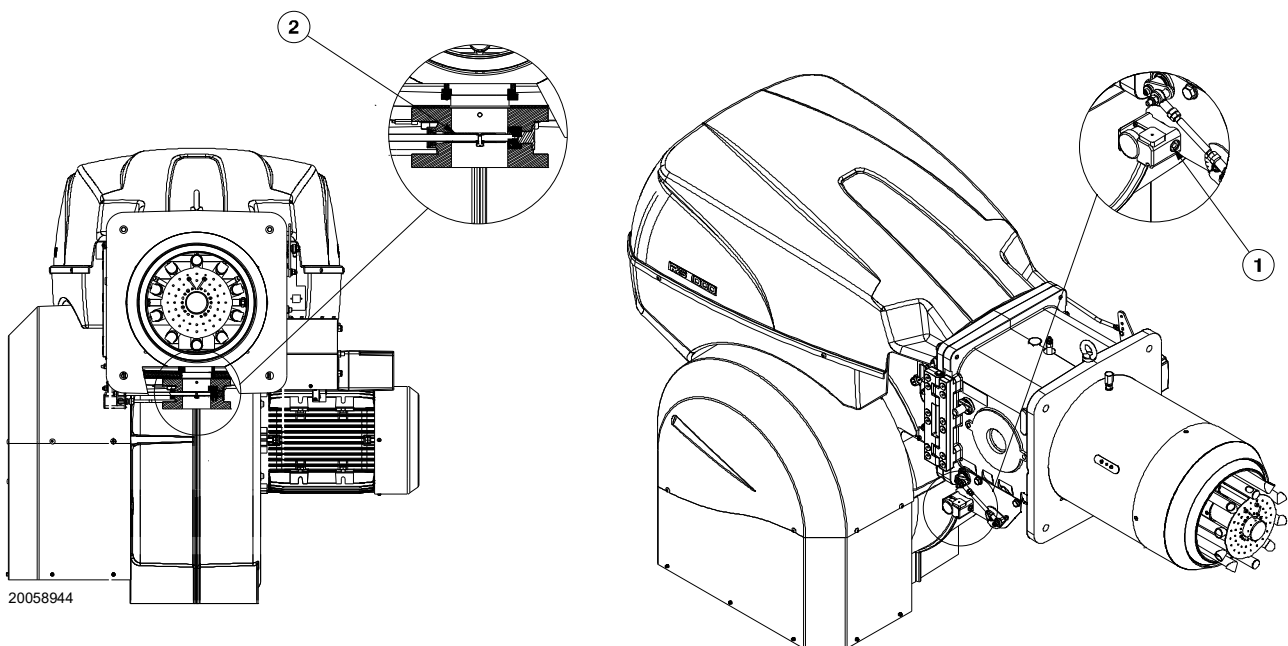

Abb. 19
Gasdruck, an der Entnahmestelle 1)(Abb. 19) gemessen mit:
Strömungsverlust Gasdrossel 2)(Abb. 19) bei maximaler Öffnung: 90°.
- Ziehen Sie vom Gasdruck am Anschluss 1)(Abb. 19) den Druck in der Brennkammer ab.
Gasdruck an der Entnahmestelle 1) (Abb. 19) = 41,9 mbar
Um stattdessen den an der Entnahmestelle 1) notwendigen Gasdruck zu ermitteln (Abb. 19), nachdem die höchste Modulationsleistung festgelegt wurde, bei der Brenner arbeiten soll:
- Lesen Sie rechts, in Spalte 1, den Druck an der Entnahmestelle 1)(Abb. 19) ab.
An der Entnahmestelle 1)(Abb. 19) erforderlicher Druck.